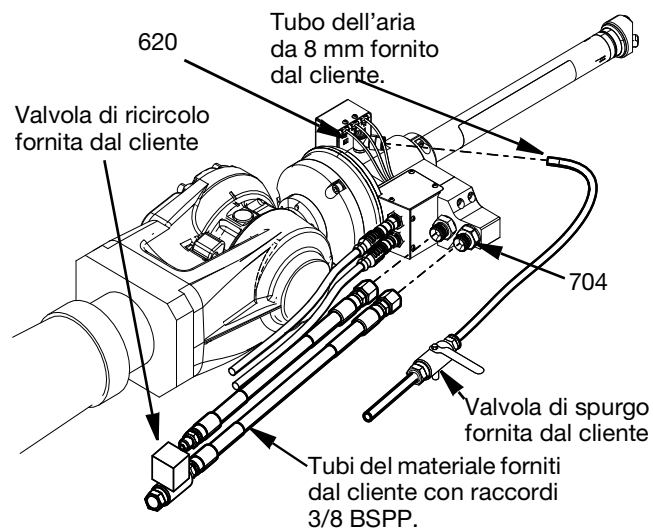

FIG. 6
L'alimentazione dell'aria è collegata alla pistola Switch 3D tramite un tubo da 8 mm in poliuretano connesso al raccordo girevole a gomito (620) sul lato del corpo girevole (619). Il cliente deve installare una valvola di spurgo dell'aria tra la linea di alimentazione dell'aria e il collegamento della pistola Switch 3D. Vedere FIG. 6.
I tubi flessibili di alimentazione e ritorno del materiale utilizzano connettori da 3/8 BSPP. Il tubo del materiale di alimentazione è collegato alla porta contrassegnata con "Inlet" (Ingresso). Il tubo del materiale di ritorno è collegato alla porta contrassegnata con "Return Inlet 2" (Ritorno ingresso 2). (Se non è selezionata alcuna circolazione, la porta di Ritorno ingresso 2 è chiusa con un tappo BSPP da 3/8 (132879). Se sono selezionati due materiali, entrambi i collegamenti sono ingressi (nessun ritorno possibile). Vedere FIG. 6.
- b. Controllare che le valvole a solenoide (613), mostrate fra le parti della camera girevole a pagina 31, funzionino correttamente aprendo e chiudendo ciascuna valvola agendo sul telecomando del robot e ascoltando il suono del pistone in funzione.
- e. Aprire la valvola di ricircolo fornita dal cliente e spurgare il materiale attraverso la valvola finché tutta l'aria intrappolata nel circuito di ritorno del materiale non viene rimossa. Vedere FIG. 6.
3. Scaricare tutta la pressione dell'aria presente nelle linee dell'aria chiudendo la valvola di spurgo fornita dal cliente. Vedere FIG. 6.
4. Se l'ugello o il tubo del materiale è ostruito o se la pressione non è stata del tutto scaricata dopo aver eseguito i passaggi indicati in precedenza, allentare molto lentamente il tubo del materiale fornito dal cliente sul raccordo d'ingresso da 3/8 in. BSPP (704), (vedere FIG. 6).